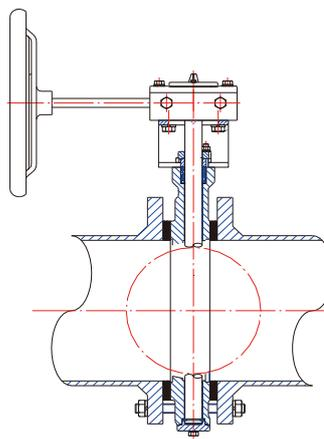

图4
4.6 确保将阀门安装在法兰之间，并使阀门与法兰同心。这样可以防止对阀门造成损坏（图4）。